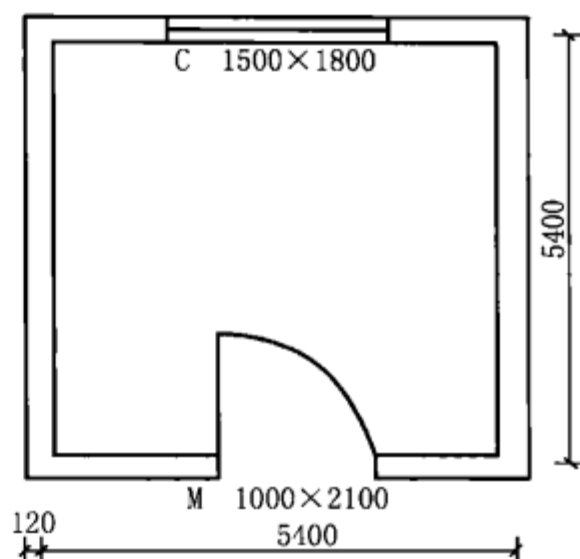

图5-9 某房间示意图
**【例10】** 求如图5-9所示房间内墙裙油漆的工程量。已知墙裙高1.5m,窗台高1.0m,窗洞侧油漆宽100mm。
**【解】** (1) 定额工程量